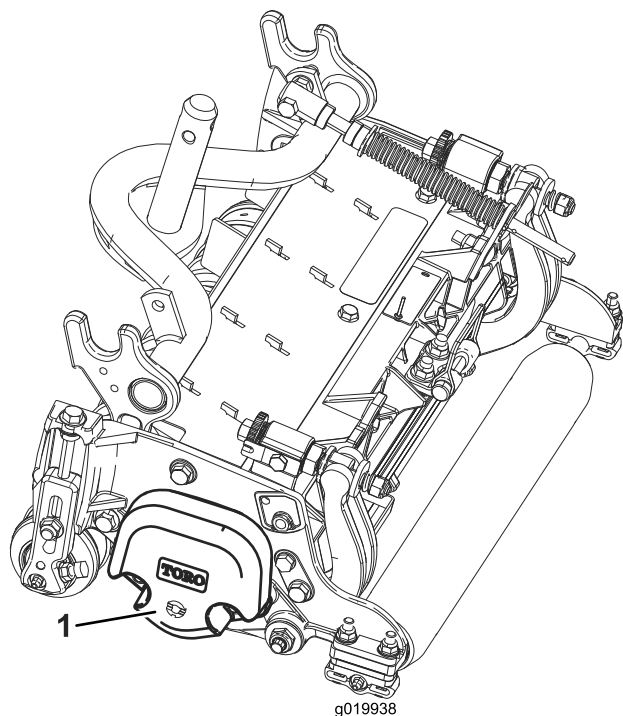

Рисунок 3
5. Убедитесь, что противовес (**Рисунок 3**) установлен с соответствующего конца режущего блока, как описано в *Руководстве оператора*.